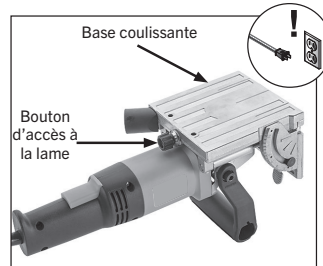

Fig. 20. Desserrer le bouton d'accès à la lame.
4. Desserrez le bouton d'accès à la lame (voir figure 20) jusqu'à ce que le couvercle de base coulissant puisse être relevé.